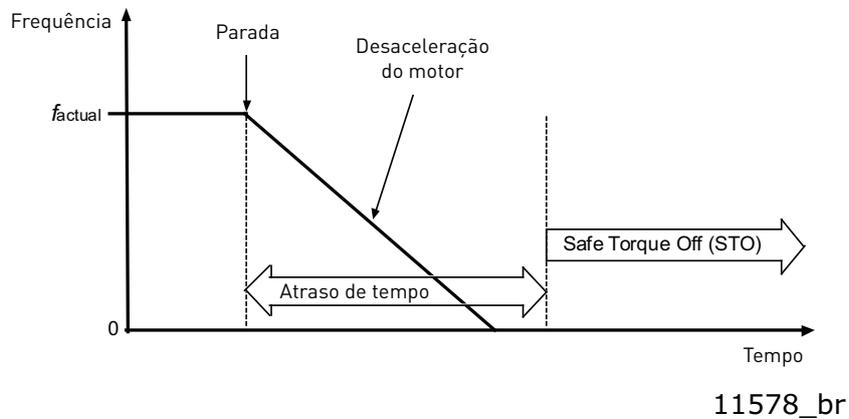

Figura 8. O princípio do Safe Stop 1 (EN 61800-5-2, SS1 tipo c)
Figura 10 mostra o princípio de conexão da função de segurança Safe Stop 1, conforme especificado na figura 8.
- Uma saída digital separada do relé de segurança é conectada a uma entrada digital geral do conversor de frequência CA VACON® 100. A entrada digital geral deve ser programada para executar o comando de parada do conversor de frequência e inicia a função de parada do conversor de frequência sem atrasos (deve ser configurado como "parada por rampa") e causa a desaceleração do motor. Se o comportamento de SS1 na Figura 8 for necessário, deverá ser garantido que a parada por rampa seja ativada quando o sinal de parada for recebido. Verificar esse comportamento é responsabilidade do projetista do sistema. Consulte o Capítulo 6.2 para cabeamento e parametrização de Safe Stop 1.